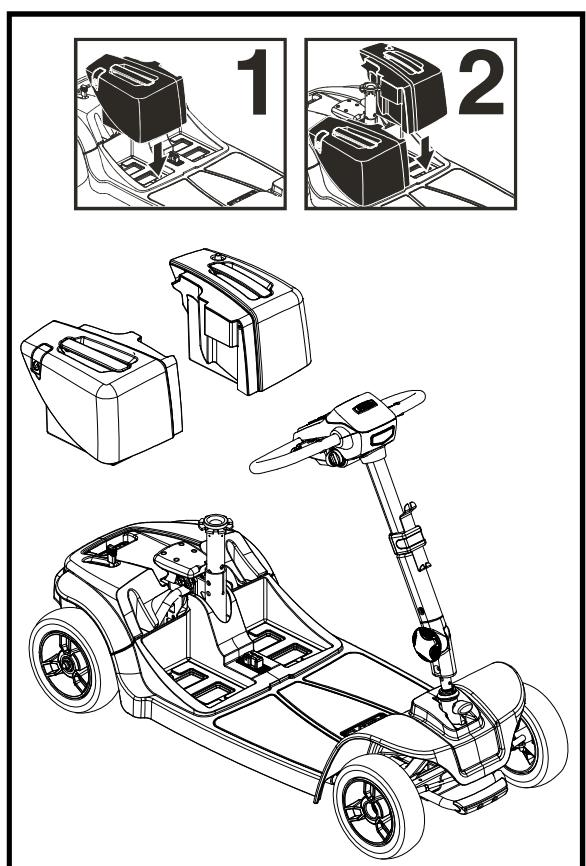

Abb. 23. Batteriebox Montage der Modelle 66 und 67
12. Installieren Sie die Akkus auf dem Roller und setzen Sie die Akkupacks ein. Installieren Sie immer zuerst den Recht Akku. Siehe Abb. 23.